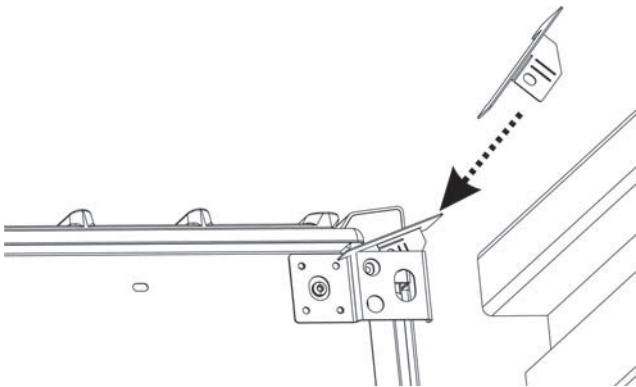

Figura 3: Colocación del protector para esquinas del lado derecho; primer paso
5. Introduzca la pieza de esquina derecha según se muestra (consulte la Figura 3: Colocación del protector para esquinas del lado derecho; primer paso).